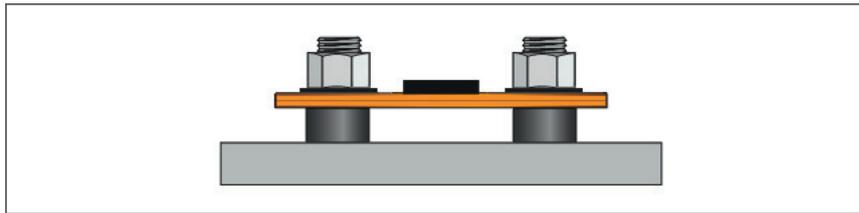
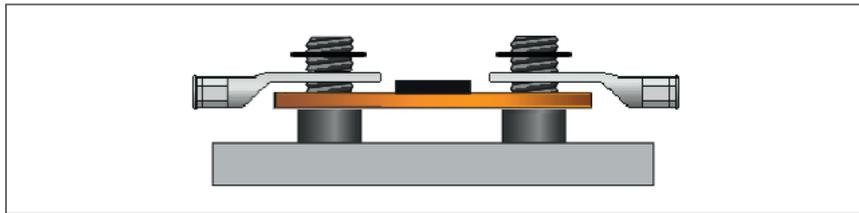
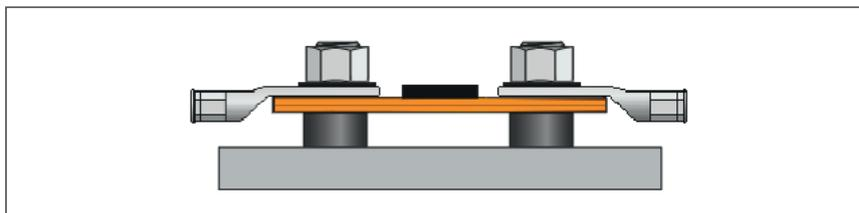

Abb. 5-23: HV BM 1.2+S, HV BM 1.2+S, Shunt-Modul ohne angeschlossene HV-Leitungen
Abb. 5-24: HV BM 1.2+S, Ringkabelschuhe und Unterlegscheiben auf Gewindebolzen aufsetzen
Abb. 5-25: HV BM 1.2+S, Ringkabelschuhe mit M8-Muttern befestigen
Bei der Montage der Leitungen HV- an Shunt-Modulen ab HW-Revision C000 liegt das Shunt-Modul unabhängig vom Querschnitt der HV-Leitungen auf den Distanzhülsen auf (Abb. 5-23). Die Ringkabelschuhe werden wie in Abb. 5-24 und Abb. 5-25 dargestellt auf die Gewindebolzen aufgesetzt und mit M8-Muttern plus Unterlegscheiben befestigt.
- ☞ Die Ringkabelschuhe wie in Abb. 5-24 dargestellt auf die Gewindebolzen aufsetzen.